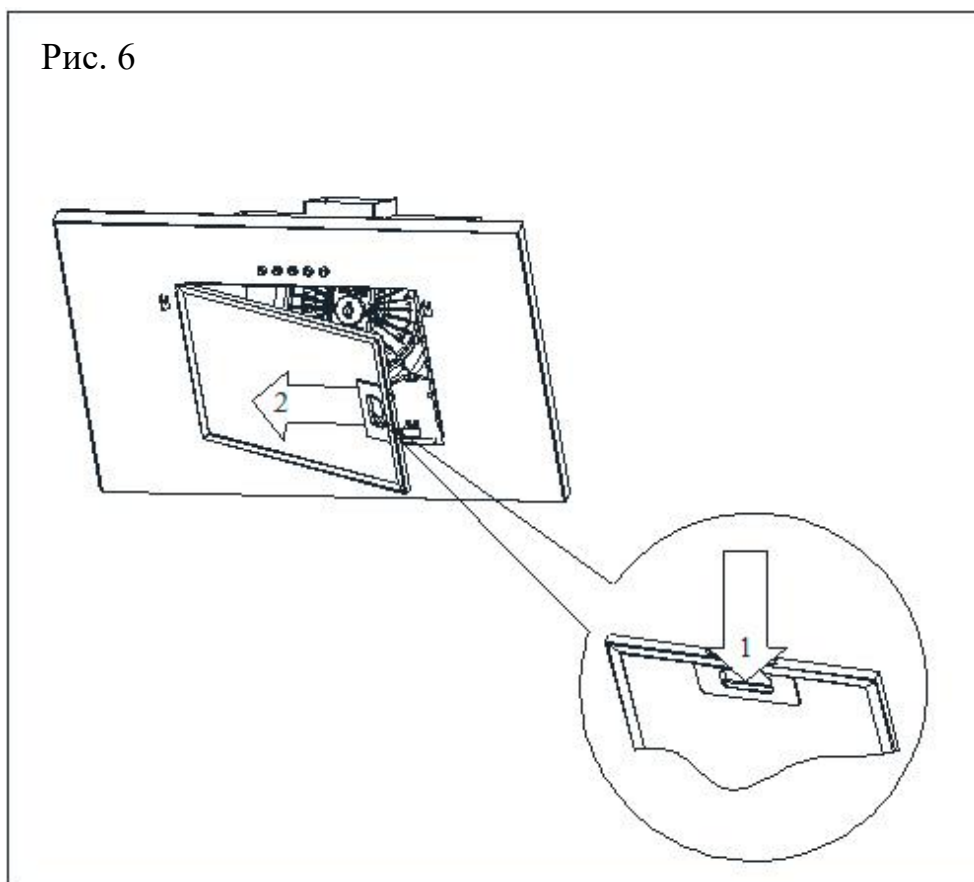

Рис. 7
4. Повесьте крепления крышки на два ослабленных винта (Рис. 7).